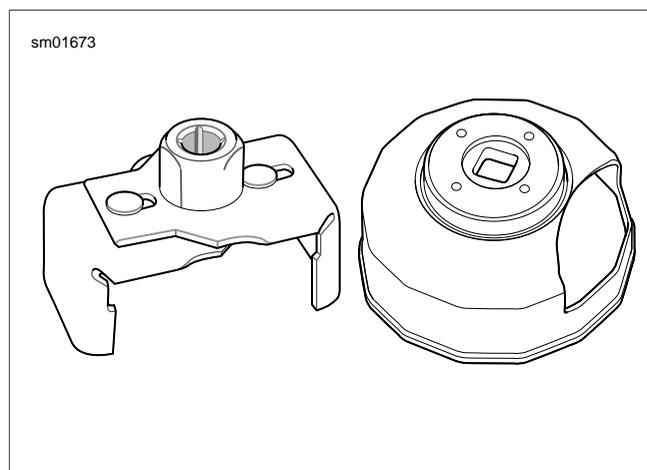
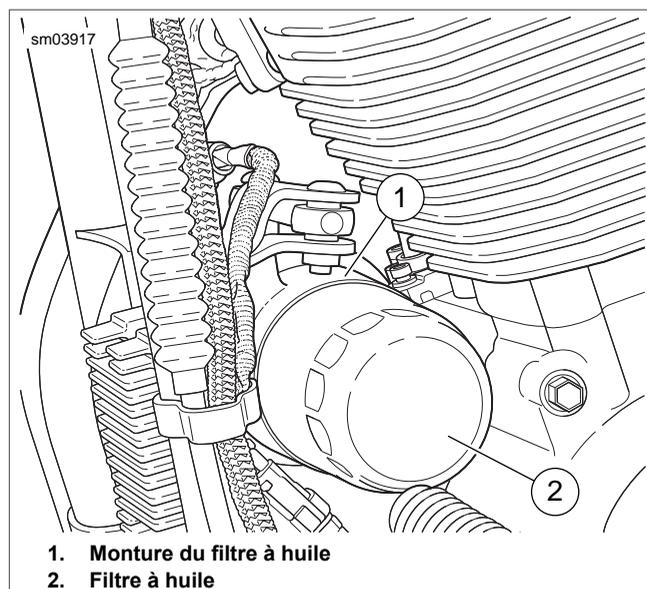

Figure 1-5. Clés à filtre à huile
Figure 1-6. Filtre à huile
2. Voir Figure 1-5 et Figure 1-6. Déposer le filtre à huile avec la CLÉ À FILTRE À HUILE HARLEY-DAVIDSON (n° de pièce HD-42311) ou la CLÉ À FILTRE À HUILE HARLEY-DAVIDSON (n° de pièce HD-44067-A). Tourner le filtre à huile dans le sens antihoraire pour l'enlever du support de filtre.